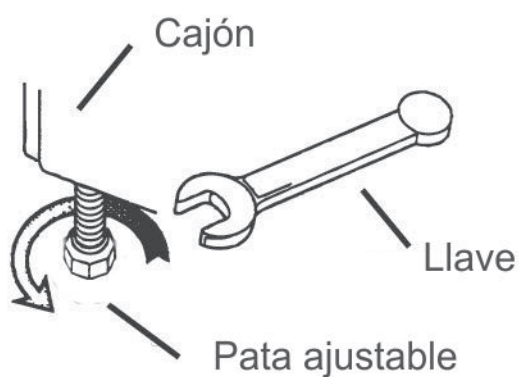

Figura 7: Cómo ajustar la altura de la estufa
11. Deslice la estufa hasta colocarla nuevamente en su posición. De ser necesario, para evitar rayar la superficie de trabajo, modifique la altura de la estufa ajustando las patas de esta (consulte la Figura 7: Cómo ajustar la altura de la estufa). Asegúrese de enganchar el soporte anticaídas. Consulte la Advertencia de peligro de caída mencionada anteriormente en estas instrucciones y también en el *Manual de instalación de la estufa deslizable de gas*.